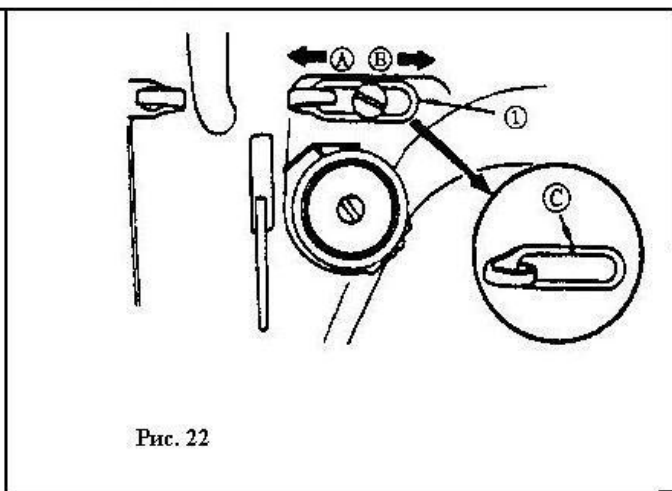

Рис. 22
16. РЕГУЛИРОВКА ХОДА НИТЕПРЯТЯГИВАТЕЛЯ (Рис. 22).